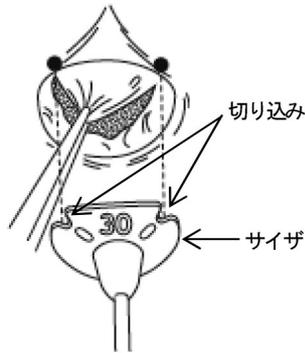

図1
- (1) 僧帽弁の前尖を引っ張って弁尖を上げ、交連部を露出させる。サイズの切り込みが交連部と直線上になるようにして、切り込み間が交連部に最も近いサイズを特定し、対応する弁形成リングを選択する（図1）。